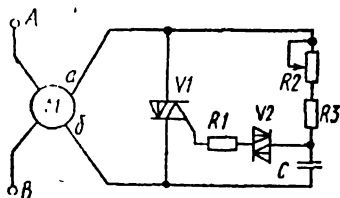

Рис. 52. Схема регулирования частоты вращения бытового вентилятора.
**Регулирование частоты вращения электровентиляторов.** Для регулирования частоты вращения бытового вентилятора также применяют симисторы. Одна из таких схем приведена на рис. 52.